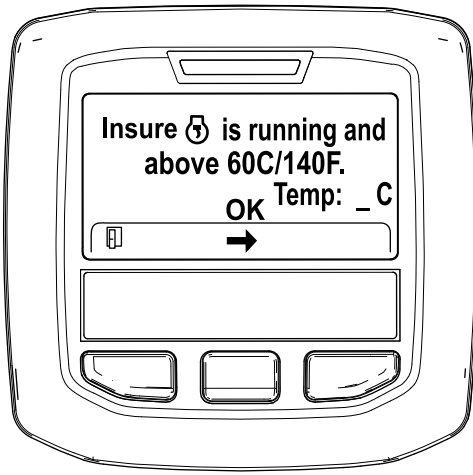

Figura 40
5. Se a temperatura do líquido de refrigeração for inferior a 60 °C, surge a mensagem "Insure is running and above 60C/140F" (Confirme que está a trabalhar e acima de 60C/140F) (Figura 40).